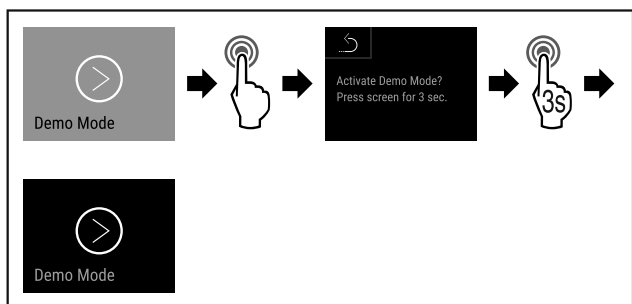

Fig. 161
- ▶ Eseguire i passi (vedere Fig. 161) .